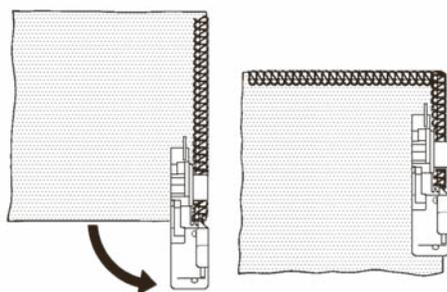

Fig. 1
3. Поверните ткань, опустите лапку и начинайте обметывать вторую сторону угла ткани (рис. 1).